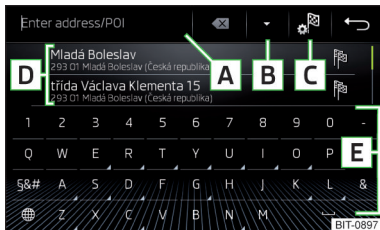
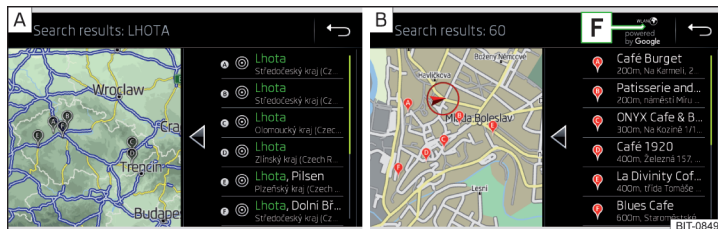

Fig. 221
Fig. 222 Lista destinațiilor căutate: în datele de navigație/online
Suprafețe de comandă funcții » fig. 221 și » fig. 222
În zona **D** » fig. 221, se afișează o listă a destinațiilor căutate.
- ▶ **sa:** Atingeți suprafața de comandă funcții **[B]** » fig. 221.
- 📍 Destinații căutate în datele de navigație » fig. 222 - **[A]**.
- 📍 Destinații căutate online » fig. 222 - **[B]**.